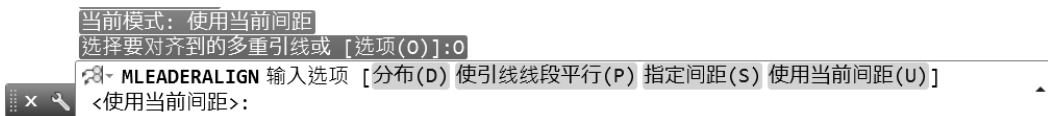

图 6-49 命令行提示
- 3) 此时，当前命令行出现“选择要对齐到的多重引线或 [选项(O)]:”的提示信息。在当前命令行中输入“O”并按〈Enter〉键，则出现图 6-49 所示的提示信息。